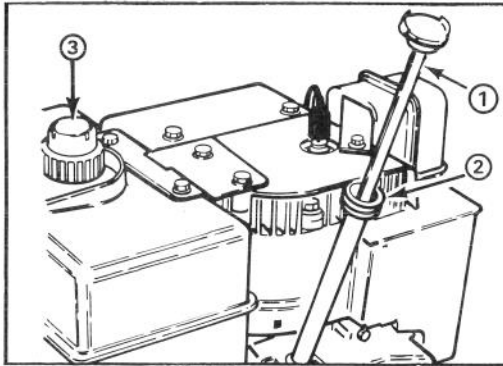

Abbildung 8
FÜLLEN DES KURBELGEHÄUSES MIT ÖL (Abb. 8)
ANMERKUNG: NIE METHANOL, EIN METHANOL/BENZINGEMISCH, GASOHOL MIT MEHR ALS 10% ETHANOL, ODER LEICHTBENZIN BENUTZEN, DA BEI DIESEN STOFFEN MOTOR-BESCHÄDIGUNGSGEFAHR BESTEHT. (Abb. 8).
1. Um den Tankdeckel herum reinigen (abb. 8). Den Deckel abnehmen und den Tank bis ca. 13 mm von der Oberkante mit Benzin füllen. Den Tank wieder verschließen.